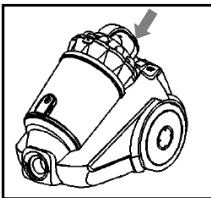

Fig. 4
- Ziehen sie den staubsauger aus dem netz, dann bringen sie den tank durch den griff, drücken sie die auswurf-taste tank (L) und nach oben ziehen (Bild. 4).